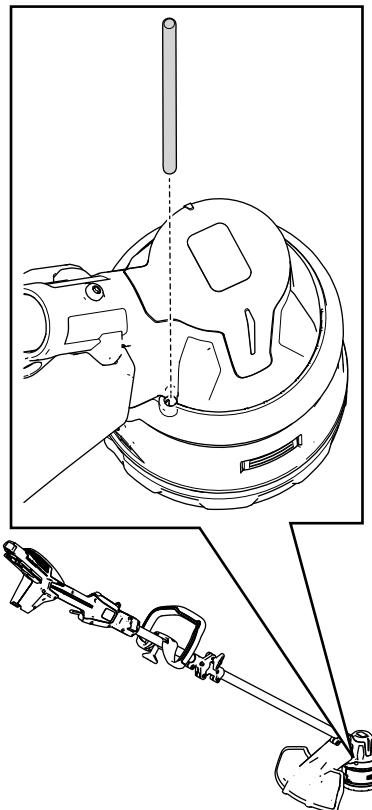

Bild 16
2. Führen Sie ein Werkzeug mit kleinem Durchmesser (z. B. einen Schraubendreher) durch das Motorgehäuse und in die Nut im Lüfter ein, um den Freischneiderkopf zu sichern, damit er sich nicht frei drehen kann (Bild 16).